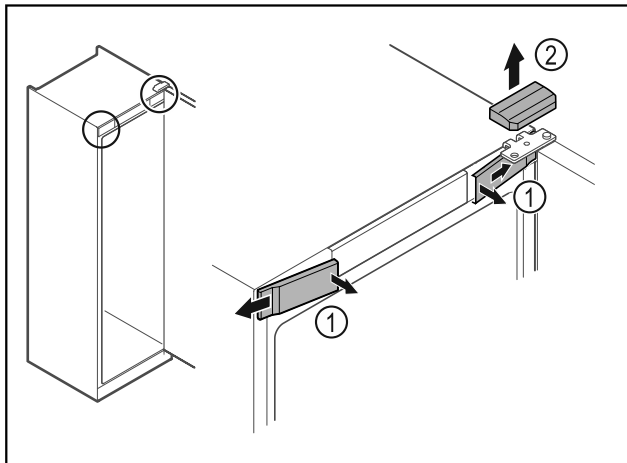

Fig. 11
- ▶ Uvolněte uvnitř přední kryty Fig. 11 (1) a sejměte je stranou.
- ▶ Horní kryt Fig. 11 (2) odeberte směrem nahoru.